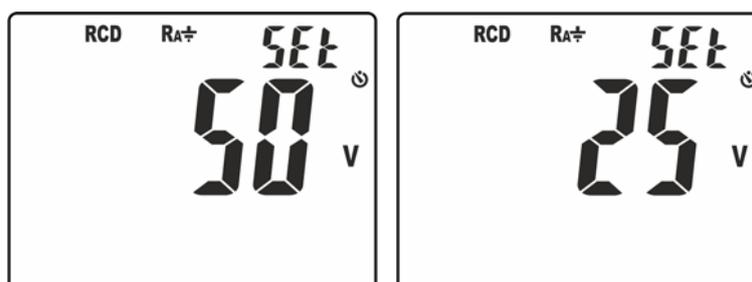

Fig. 5: Configuração do limite na tensão de contacto
2. Mantendo premido o botão ▼/☺ ligar o instrumento rodando o seletor. O ecrã da Fig. 5 – parte esquerda aparece no display com o símbolo “Set” intermitente.